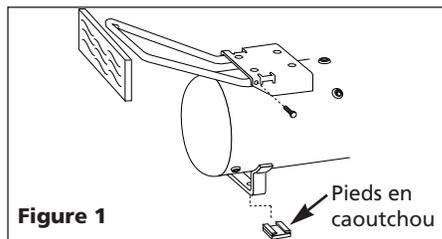

Figure 1
- Placer un morceau de bois court contre le bout de la poignée et le frapper avec un maillet ou un marteau pour enfoncer la poignée dans la plaque de base jusqu'à ce que les trous dans la poignée et la plaque de base soient alignés. (Voir Fig. 1).
4. Écarter les ouvertures dans les pieds et les glisser sur le support de fer. Positionner les pieds comme indiqué sur Fig.1.